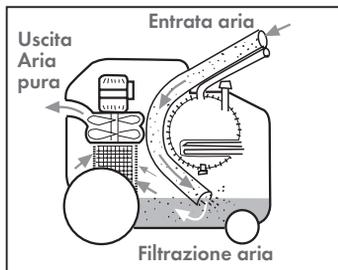

Fig. 7
Versando nel serbatoio di recupero (G) 2,5 litri di acqua pulita, l'aria viene filtrata e le impurità (polvere, germi ecc.) trattenute nel serbatoio (G) (Fig. 7). Durante l'utilizzo controllare sempre di non superare il livello massimo per evitare fuoriuscite di spruzzi d'acqua dal silenziatore.